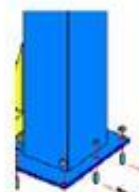

Рис. 4
2. После того, как отверстия будут просверлены, тщательно удалите мусор и пыль из отверстий и убедитесь в том, что стойки находятся в круге, ранее очерченном мелом (рис. 4,5,6).